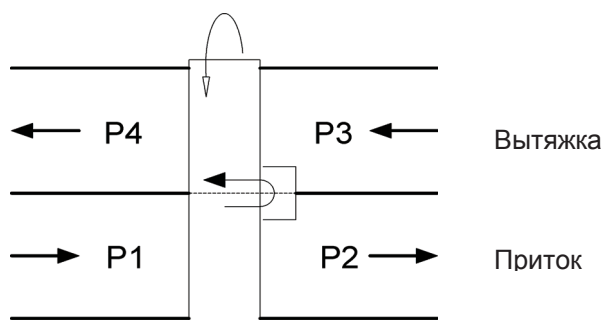

Рис. 25 Очищающий шлюз вращающегося теплообменника
- направление вращения ротора, которое должно быть от вытяжной части через очистной шлюз к приточной части (рис. 25).